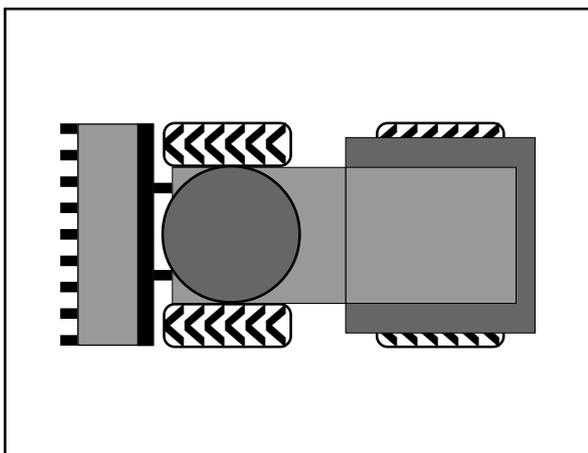

Bild 4-4a
- Alle vier Räder müssen gleich groß sein und die gleiche PR-Zahl haben (Ply-Rating-Zahl = Anzahl der Gewebelagen). Laufriechung, falls vorhanden, siehe Bild 4-4a.
(14) Radmutter von Hand aufschrauben.
(15) Vorder-/Hinterachse mittels Wagenheber wieder ablassen.
(16) Radmutter mit Drehmomentschlüssel (600 Nm) anziehen.